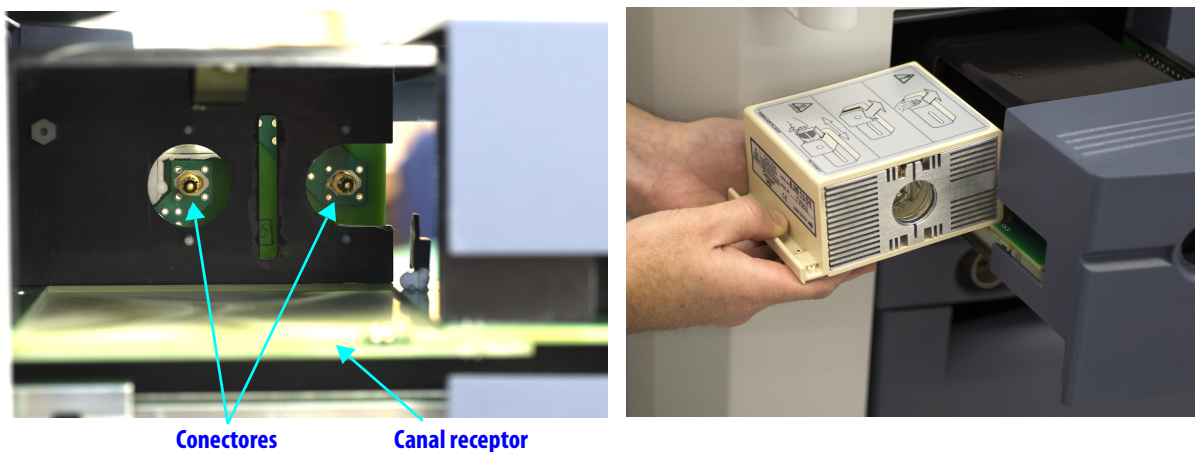

Figura 12.5 Instalação do novo módulo da lâmpada
2. Alinhe cuidadosamente os lados do módulo e coloque no canal receptor (ver Figura 12.5). Ao introduzir, empurre firmemente o módulo o mais possível para assegurar a ligação apropriada. Após a ligação, a extremidade do módulo estará encostado aos lados da gaveta.